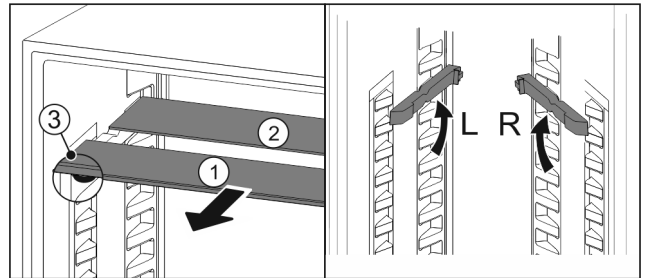

Fig. 27
- ▶ Glasplaten afzonderlijk vanaf de voorkant eruit trekken Fig. 27 (1).
- ▶ Glasplaat Fig. 27 (1) met sierlijst ligt voor.
- ▶ Stops Fig. 27 (3) zijn naar onder gericht.